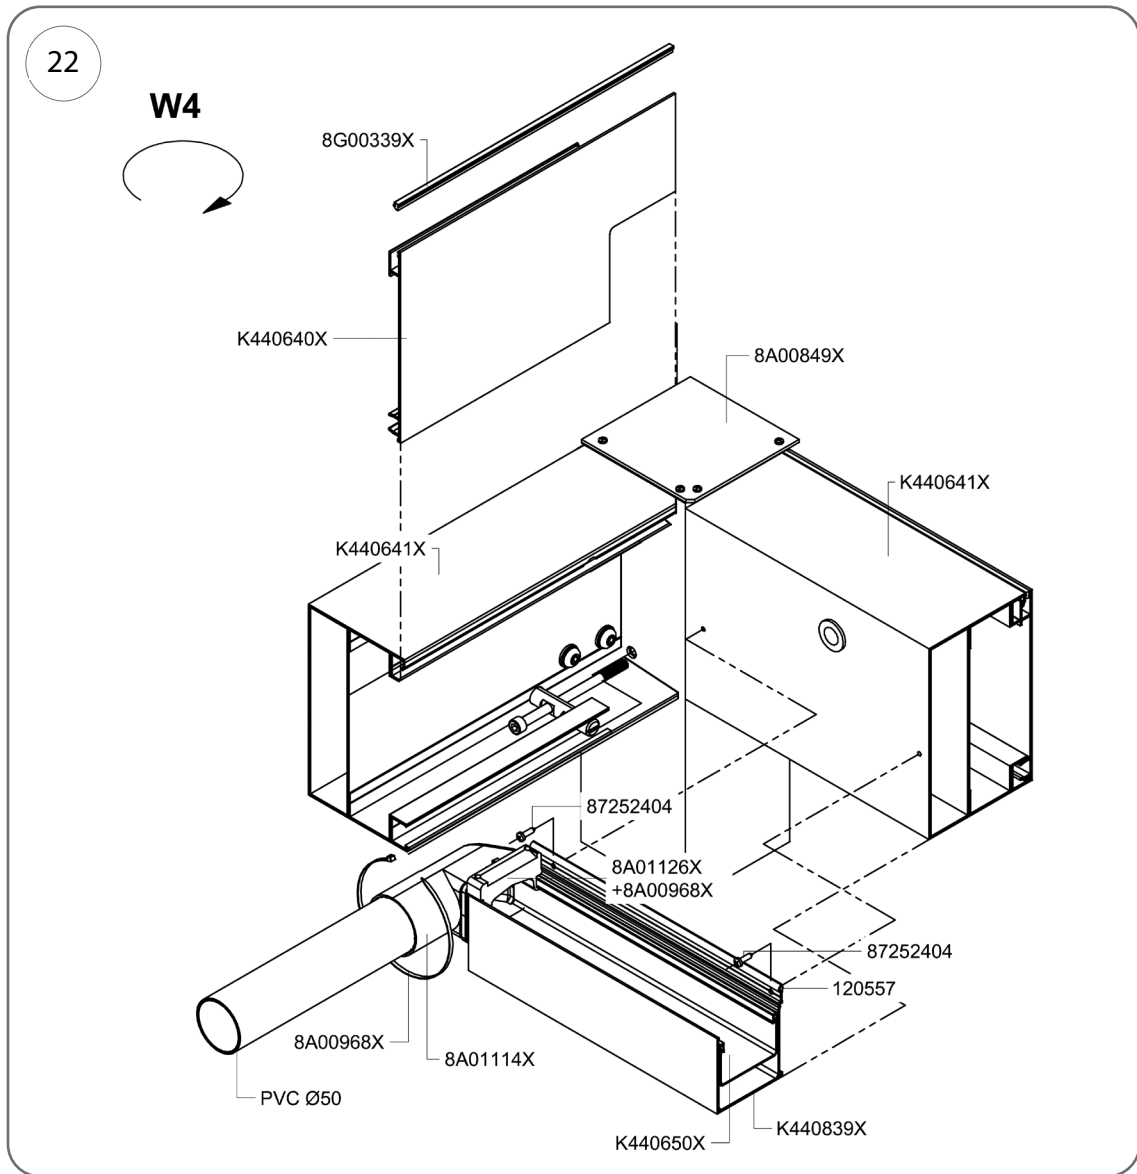

Fig. 22
- Un ansamblu de jgheaburi se termină cu tee-uri cat. nr. 8A01115X (stânga) sau 8A01116X (dreapta), iar celălalt ansamblu de jgheaburi se termină cu coturi 8A01114X atunci când drenajul este asigurat de 2 stâlpi (Fig. 22).